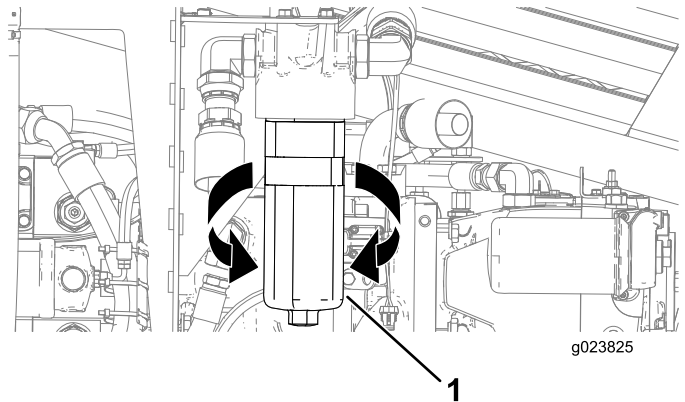

Bild 119
3. Stellen Sie eine Auffangwanne oder legen Sie mehrere Lappen unter den Ladefilter (Bild 119).
4. Drehen Sie den Hochdruck-Hydraulikfilter nach links und nehmen ihn ab (Bild 119).
6. Fluchten Sie den Hochdruck-Hydraulikfilter mit der Stelle aus und drehen Sie ihn nach rechts, bis der Drehmoment 61 N·m erreicht, wie in Bild 119 abgebildet.